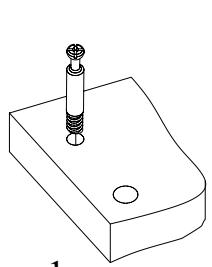
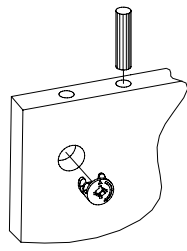

Рис.1
Рис.2
1. Подготовьте детали к сборке. Для этого вкрутите шпильки минификс в детали 1,2,3 и 12,13,14 (Рис.1). Затем вставьте головки минификс и шканты в детали 1,2,3,4,5,6,7,8 и 10 (Рис.2). Вбейте опоры в детали 1 и 2.